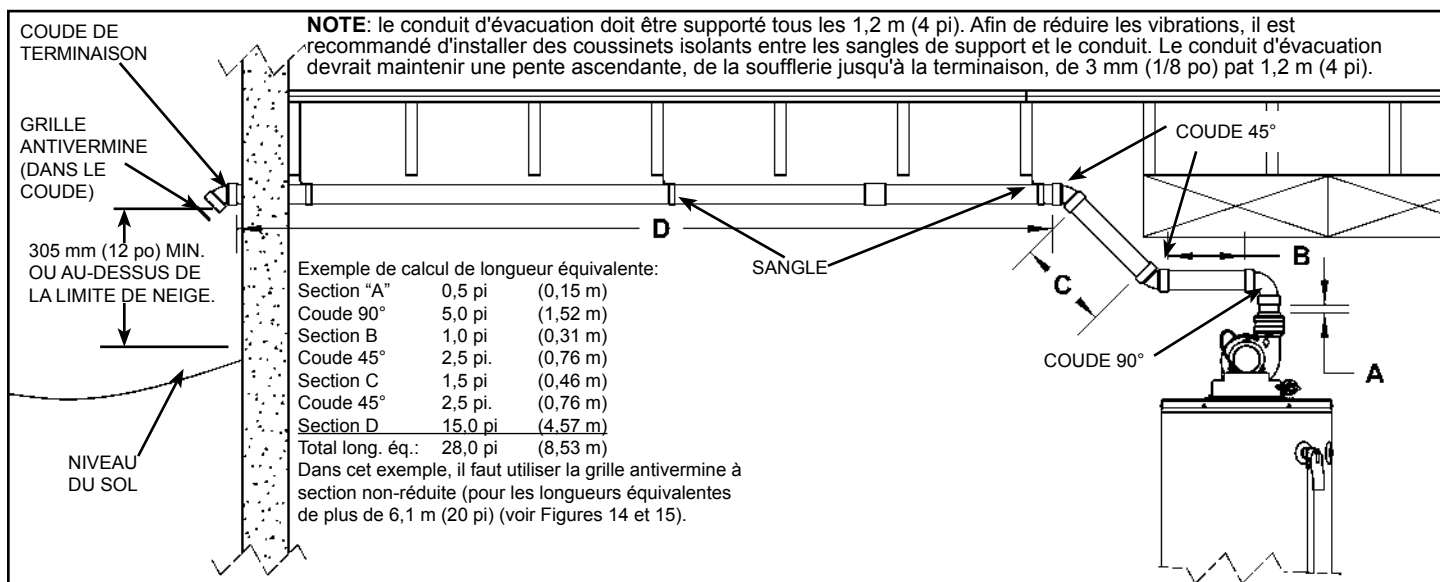
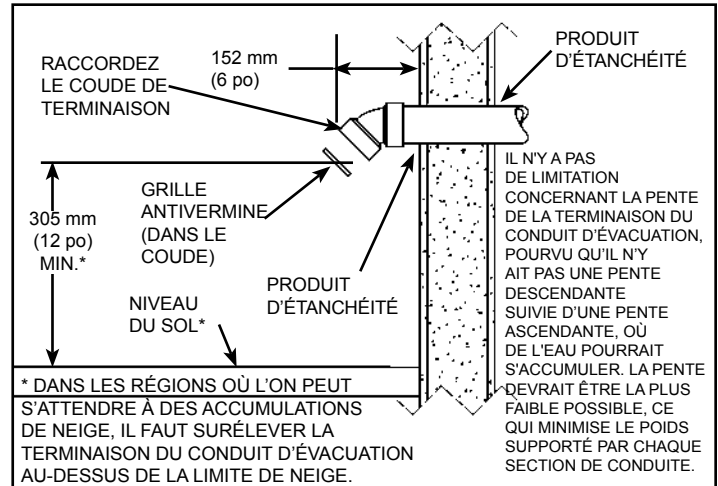
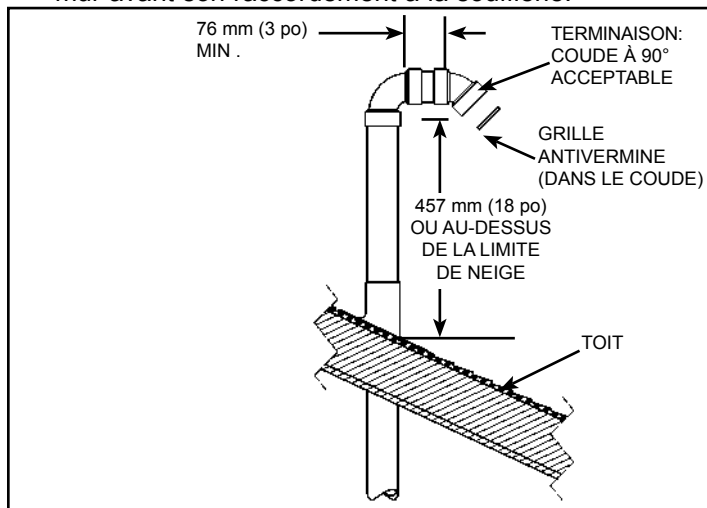
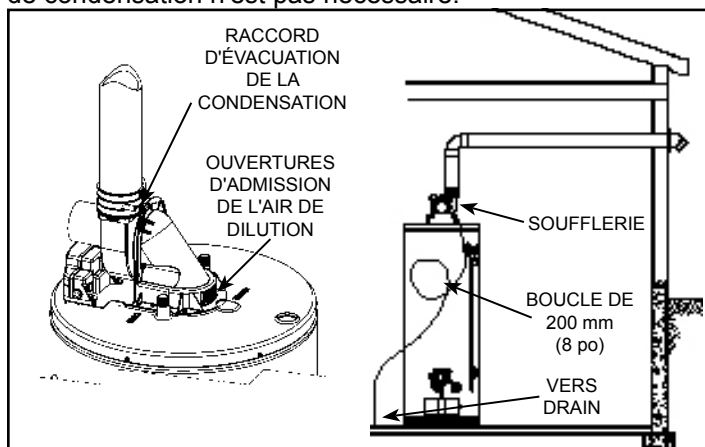

Figure 16
Figure 17
Figure 19
Figure 26
Ce chauffe-eau est conçu de façon à ce que les gaz de combustion s'évacuent vers l'extérieur de la résidence à l'aide d'un conduit d'évacuation scellé. Le Tableau 1 énumère les types de conduits acceptables ainsi que des informations de dimensionnement. La Figure 16 illustre un cas général d'acheminement d'un conduit d'évacuation alors que les Figures 17 à 19 présentent certains détails liés aux terminaisons et aux distances de dégagement. Les Figures 22 à 26 présentent des détails du raccordement entre le conduit d'évacuation et la soufflerie.
- La Figure 16 et le Tableau 1 présentent les types de matériaux admissibles et les informations de dimensionnement. Les Figures 17 et 18 présentent des exemples d'installation d'une terminaison. S'il s'avère nécessaire d'installer un évent d'élévation (riser), il faut s'assurer qu'aucune condensation ne puisse s'y accumuler. La Figure 19 présente une installation de terminaison à travers un toit.
Ce grillage empêche que des corps étrangers, de petits animaux ou des oiseaux ne viennent se loger dans le système d'évacuation. Ces grillages ont été conçus afin de maximiser l'efficacité énergétique du système d'évacuation et la restriction qu'ils imposent a été considérée dans la "longueur équivalente" admissible du conduit d'évacuation. UTILISEZ UNIQUEMENT LA GRILLE QUI CORRESPOND À VOTRE CONFIGURATION D'ÉVACUATION (Figures 14 et 15) La Figure 16 et le Tableau présentent les données permettant de calculer les longueurs équivalentes. De plus, la sélection du bon grillage facilite l'inspection et le nettoyage.
6. Calculez la "Longueur équivalente" du système d'évacuation avant d'entreprendre l'installation. Ne dépassez pas les valeurs admissibles indiquées au Tableau 1. La Figure 16 présente la méthode de calcul d'une longueur équivalente. Le résultat du calcul vous permet également de choisir le grillage anti-vermine approprié à insérer dans le coude de terminaison.
Ce chauffe-eau à évacuation forcée peut être raccordé à un accouplement de caoutchouc de 2 po ou de 3 po, en fonction de la puissance du chauffe-eau. Cet accouplement relie la soufflerie au conduit d'évacuation, comme illustré à la Figure 26. Reportez-vous à la Figure 16 et au Tableau 1 afin de dimensionner le conduit d'évacuation en fonction de votre application.
1. Ce chauffe-eau à évacuation forcée est livré avec une soufflerie déjà assemblée (Figure 26).
Ce ne sont pas toutes les installations de chauffe-eau à évacuation forcée qui génèrent de la condensation dans le conduit d'évacuation. En effet, ce phénomène est lié aux conditions d'installation, notamment à la température et au degré d'humidité de l'emplacement d'installation, à la température et au degré d'humidité au point de décharge, à la terminaison d'évacuation elle-même, à la pente du conduit d'évacuation et au type d'utilisation du chauffe-eau. Dans certaines conditions, une installation dans un lieu non-chauffé ou ayant recours à un conduit d'évacuation avec de longues portées horizontales, est plus susceptible aux accumulations de condensation. Les conduits dont une longue portée est exposée au froid produisent inévitablement de la condensation. Le conduit d'évacuation doit maintenir une pente ascendante, de la soufflerie vers sa terminaison, et l'installateur doit mettre en oeuvre un dispositif de cueillette et d'évacuation de la condensation. Si l'installation cause la production de condensation, il faut installer un collecteur de condensation, sous la forme d'une boucle de collecte d'environ 200 mm (8 po), à l'aide d'un boyau de plastique de 3/8 po de diamètre. Ensuite, branchez le boyau au raccord de drainage de l'accouplement de caoutchouc de l'assemblage de la soufflerie (Figure 26). La boucle doit être maintenue en position verticale, comme illustré, et elle doit être au moins à moitié remplie d'eau avant la mise en marche du chauffe-eau. L'extrémité libre du boyau doit pouvoir s'égoutter à proximité d'un drain de plancher. Fixez solidement le boyau à la paroi du chauffe-eau. Si la pose d'un boyau d'évacuation de la condensation n'est pas nécessaire, assurez-vous que le capuchon amovible de l'accouplement de caoutchouc est bien en place. **Note:** le capuchon amovible de l'accouplement de caoutchouc doit rester en place lorsque l'ajout d'un boyau de condensation n'est pas nécessaire.